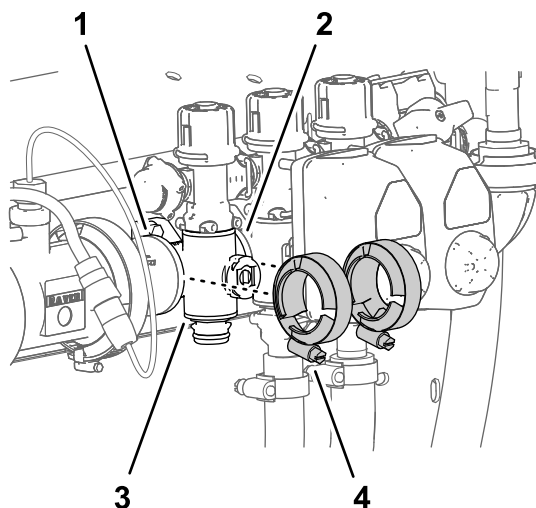

Figure 129
4. Fixez légèrement les colliers bride que vous avez déposés à la section Dépose de la vanne de section du collecteur \(page 88\) sur les brides du collecteur de vanne de section et les brides des autres vannes de section et/ou adaptateur d'accouplement (Figure 129).
7. Serrez les 2 colliers bride à la main (Figure 129).